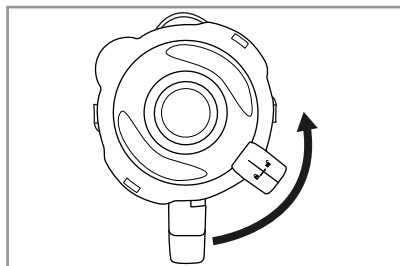

Fig. 1
- 1) Rotiți accesoriul de amestecare ③ în sens antiorar până când săgeata ▼ de sub mânerul accesoriului de amestecare ③ se află deasupra poziției ☐. Scoateți accesoriul de amestecare ③ drept în sus din blocul motor ⑥.
- 2) Îndepărtați capacul ② rotindu-l în sens antiorar, în poziția ☐ (a se vedea fig. 1), până când îl puteți ridica.